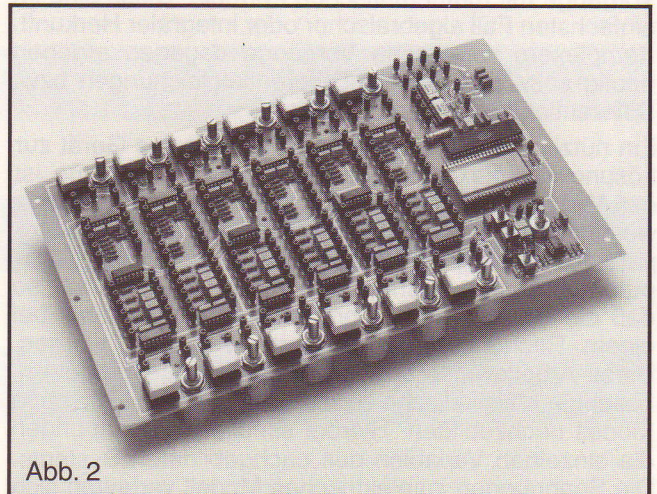

Abb. 2
- Alle Rechner-Bauelemente befinden sich auf einer einseitig bestückten Großplatine (siehe Abb. 2) – keine langen Leitungen bzw. Kabelbäume = stör-sicher.